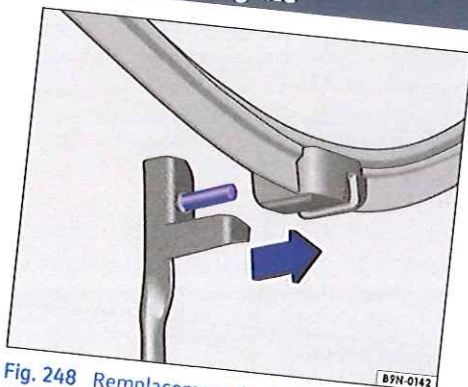

Fig. 248 Remplacement des balais d'essuie-glace avant.
- Positionnez le balai d'essuie-glace perpendiculairement au bras d'essuie-glace et retirez le balai d'essuie-glace dans le sens de la flèche → fig. 248.